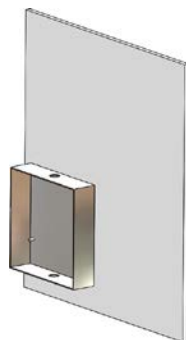

图 7-80 插入了“配电箱”文件的效果
STEP 4 通过与步骤 3 相同的操作，导入“J252010.SLDPRT”文件，并将其装配到合适的位置，如图 7-80 所示。右击 Electrical Manager 树中的“J252010”（配电箱）项，选择“关联”菜单命令，再选择插入的文件，在其之间创建关联。